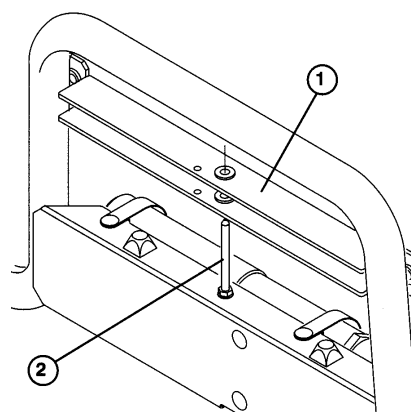

Fig. 23
2. Togliere il supporto del pianale dalla colonnetta sopra il profilato di supporto dello schienale del Workman (Fig. 23).